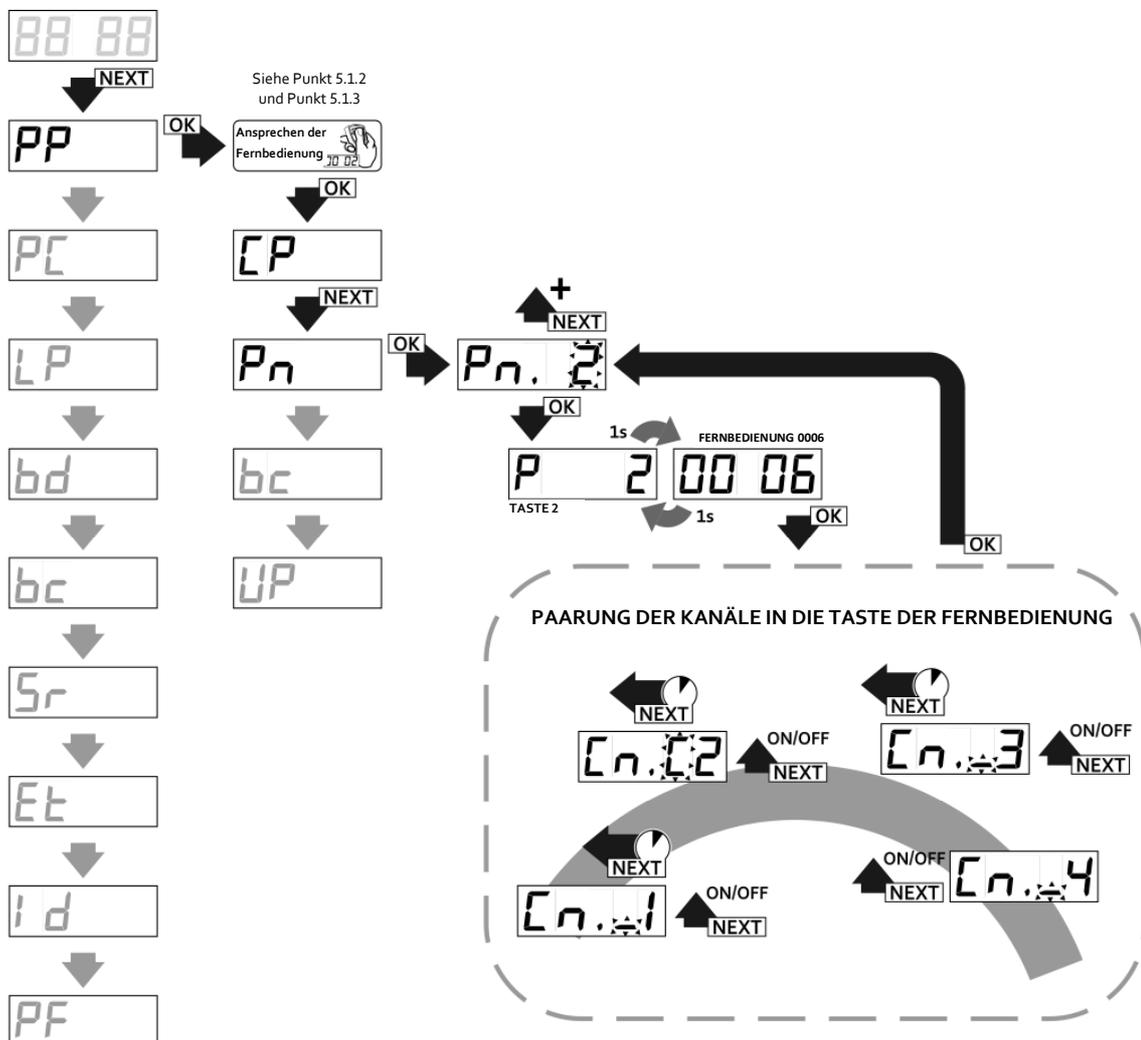

Abb. 11 Zuordnung der Fernbedienungstasten den Kanälen des Funkempfängers, Funktion Pn im Untermenü PP des Funkempfängers
- Um die Zuordnung der Kanäle den Tasten der Fernbedienung zu ändern, soll man (Abb. 11):
- indem wir uns im Bearbeitungsmodus der Fernbedienung (PP) befinden, stellen wir mit der Taste NEXT das Pn ein und drücken die Taste OK/ESC, was verursacht, dass die Nummer der Taste zur Kombination mit den Kanälen des Funkempfängers angezeigt wird;